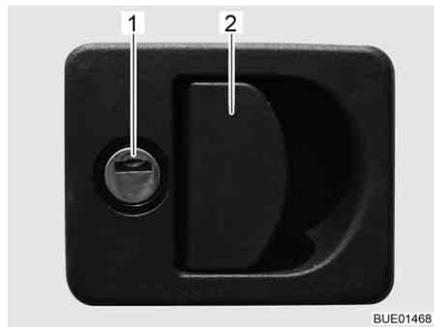

Bild 63 Klappenschloss mit Griffschale
- Schlüssel in Schließzylinder (Bild 63,1) stecken und eine viertel Umdrehung drehen. Das Klappenschloss ist entriegelt.
- Am Schlossgriff (Bild 63,2) ziehen. Die Außenklappe ist geöffnet.